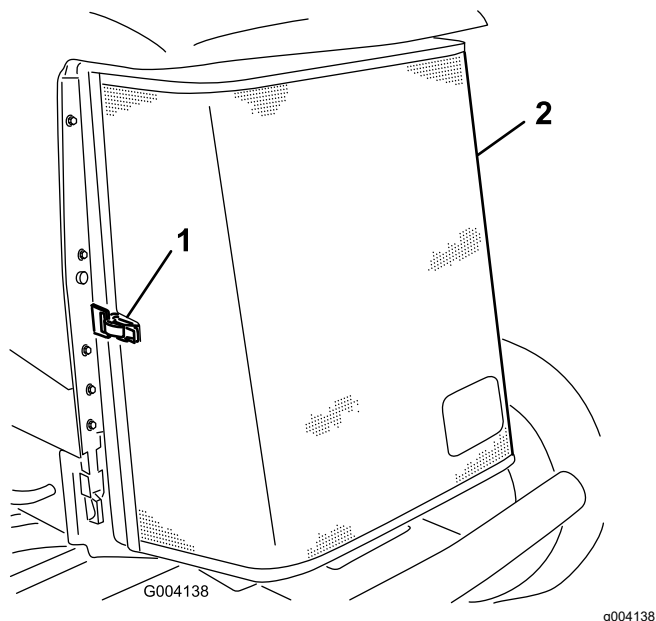

Figura 142
3. Desfacei clema i deschidei prin pivotare ecranul spate (Figura 142).